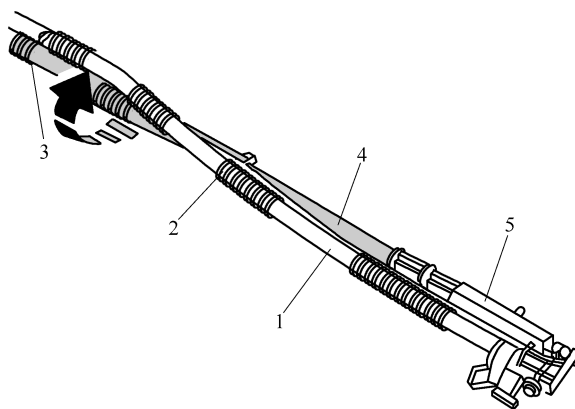

图 1-4-24 准备好射流泵
(1) 准备好射流泵 5 以便安装: 如图 1-4-24 所示, 必须将射流管 1 置于输送管路 4 上方 (图 1-4-24